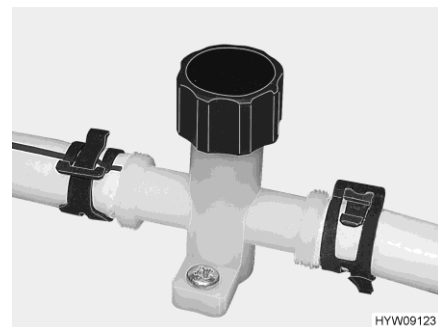

Bild 113 Ablasshahn (Wasserleitung)
- Ablasshähne schließen. Dazu die Kappe des Ablasshahns (Bild 113) im Uhrzeigersinn drehen.